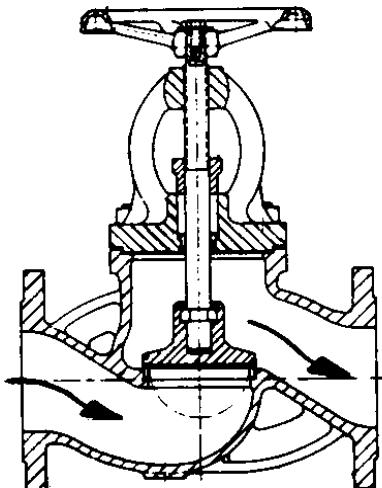
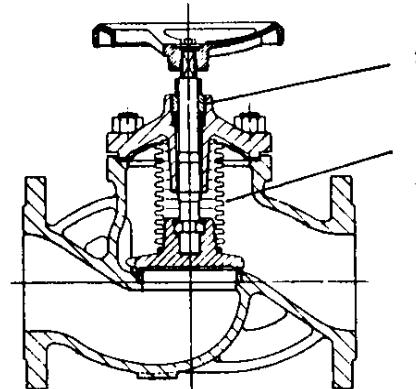

Рис. 1 Проходный клапан с сальниковой коробкой
Рис. 2 Проходный клапан с металлическим уплотнением
Разрезы показывают Проходный клапан с сальниковой коробкой (рис. 1) и Проходный клапан, не требующий ухода, с металлическим сильфоном (рис. 2). Возможны и другие варианты в зависимости от марки и применения. При использовании клапанов другой конструкции, напр. поршневых шиберных клапанов, важно следовать инструкциям по техническому уходу изготавителей.3
5.2. Уплотнение металлического типа (известно как клапаны, не требующие ухода -рис. 2)